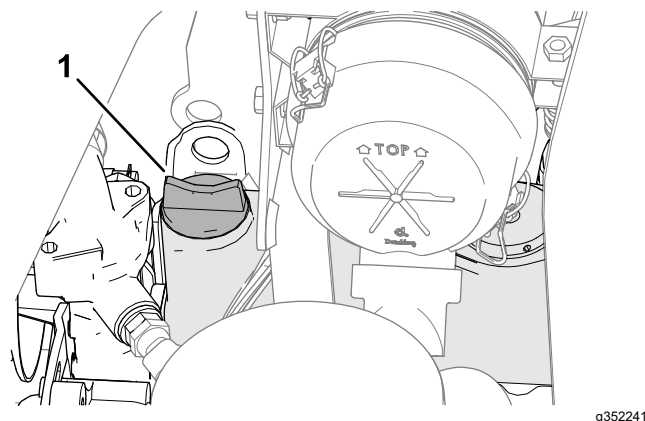

Bild 73
5. Entfernen Sie bei niedrigem Ölstand den Ölfülldeckel (Bild 73), gießen langsam kleinere Ölmengen ein und prüfen den Stand regelmäßig, bis die Voll-Markierung am Peilstab erreicht wird.